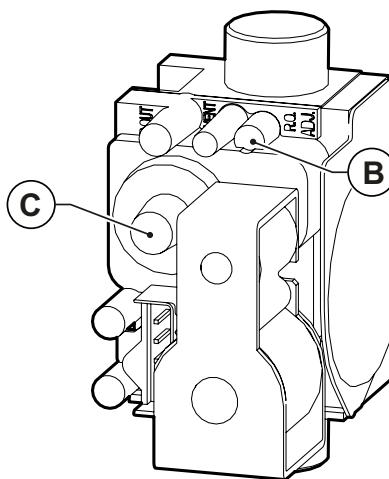

Рис. 25 Регулювання концентрації вуглекислого газу
- Відрегулюйте рівень вмісту вуглекислого газу (CO₂) в димових газах за допомогою відповідного регулятора **B** (дивись Рис. 25 Регулювання концентрації вуглекислого газу) та переконатися, що його значення знаходитьться у межах, вказаних в Таб. 13 Вміст CO₂ в димових газах. Не виключаючи режим "сажотрус", перейдіть до наступного етапу - регулюванню на мінімальній потужності.
- Відрегулюйте рівень вмісту вуглекислого газу (CO₂) в димових газах, обертаючи гвинт «offset» **C** (дивись Рис. 25 Регулювання концентрації вуглекислого газу) та переконатися, що його значення знаходитьться у межах, вказаних в Таб. 13 Вміст CO₂ в димових газах.